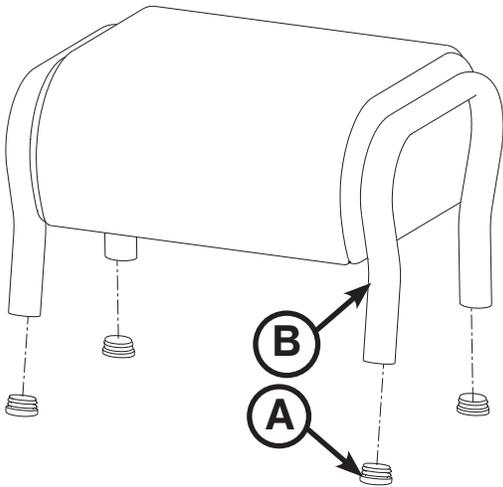
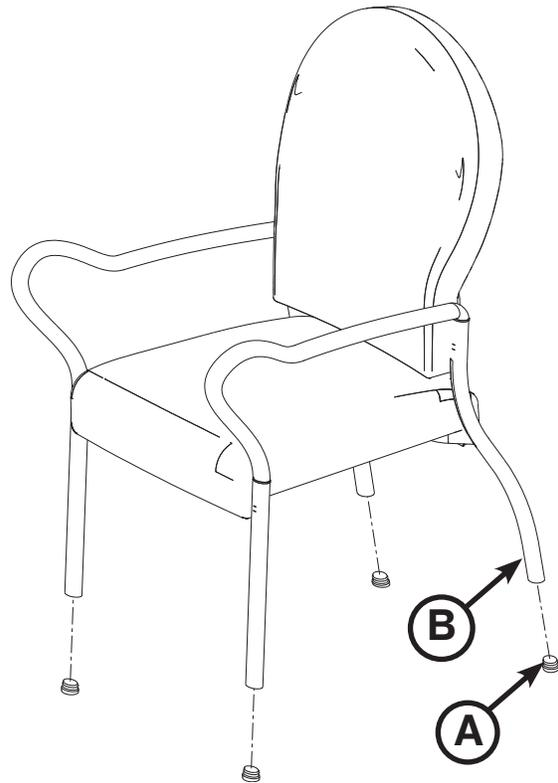

Figure 7 : Remplacement des patins de pieds du repose-pieds
Figure 8 : Remplacement des patins de pieds du fauteuil
2. À l'aide d'un tournevis à lame plate ou d'un marteau, détacher soigneusement le patin endommagé (A) du pied (B) conformément à la figure 7 (pied de repose-pieds) ou de la figure 8 (pied de fauteuil). Jeter le patin.